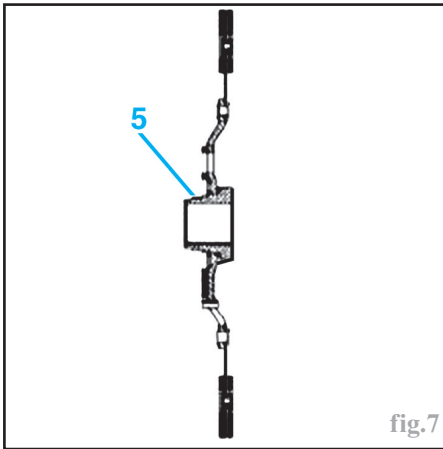

fig.7
- Retirer le mécanisme du socle en vérifiant que les ressorts (4) soient bien comprimés.
- Mettre le disque en place en plaçant le déport (5) du moyeu du côté du volant moteur (fig.7).